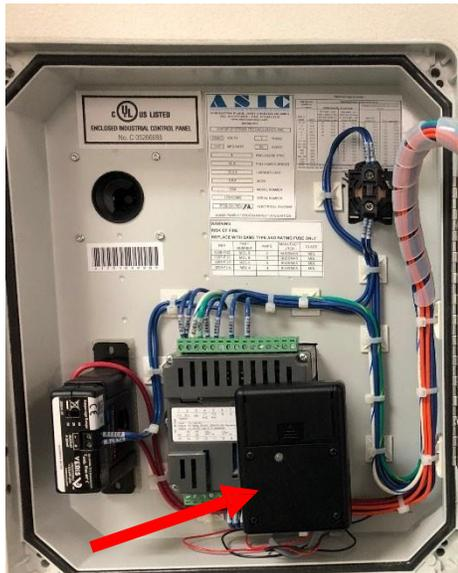

Figura 5-1: Ubicación del dispositivo de almacenamiento principal
1. Ubique el dispositivo de almacenamiento principal en la parte interior de la puerta del panel de control de VST. **Vea la Figura 5-1.**